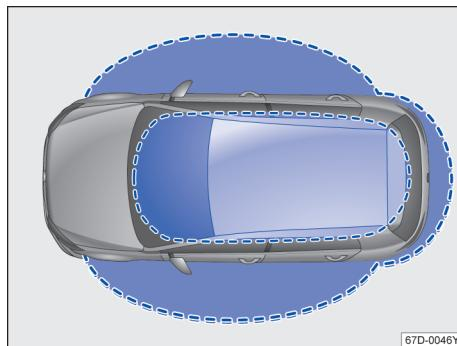
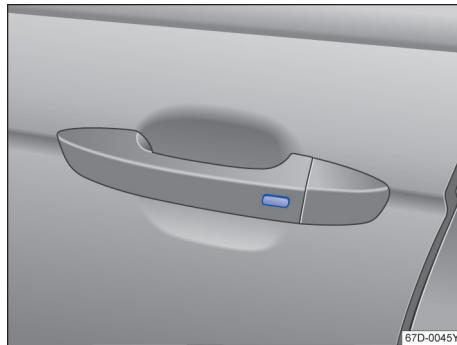

图 46 无钥匙进入闭锁/启动系统：工作范围
图 47 无钥匙系统 Kessy：车门拉手上的按钮
Kessy 是一种无钥匙系统，它可以实现在不操作遥控钥匙的情况下解锁或锁止汽车。操作者只需随身携带一把有效遥控钥匙，并处于车门或行李厢盖的有效感应区域内→图 46，同时按压车门拉手上的按钮→图 47 或按压行李厢盖上的按钮即可实现。
如果有一把有效遥控钥匙在有效感应区域内→图 46，则无钥匙系统 Kessy 会将访问权限授予该钥匙。紧接着可以在不主动操作遥控钥匙的情况下执行以下功能：
- 按压驾驶员或副驾驶员车门拉手上的按钮 →图 47 一次。
- 按压车门拉手上的按钮 →图 47 一次，汽车锁止。
如果汽车已锁止并且一把有效汽车钥匙位于行李厢盖的接近范围内→图 46，行李厢盖在通过把手按钮打开时会自动解锁。